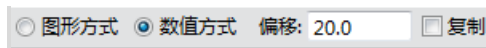

图 3-35
- 5) 设置偏移：在选项栏中单击“偏移”命令  偏移，选择“数值方式”，设置楼板边缘的“偏移”量为 20，取消勾选“复制”，如图 3-35。